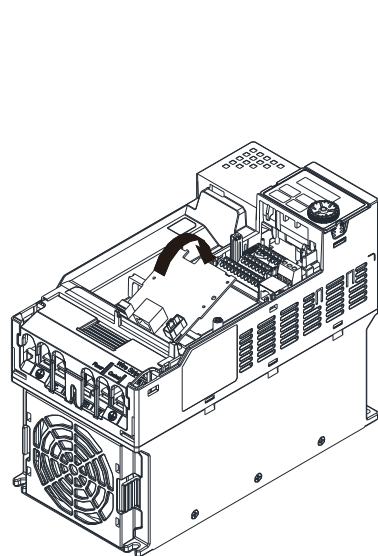

图 8-34
3. 组装配件卡：将配件卡的端子台及接头朝上，将配件卡前缘固定在卡槽后，如图 8-34 所示箭头方向，往下压入扣紧。